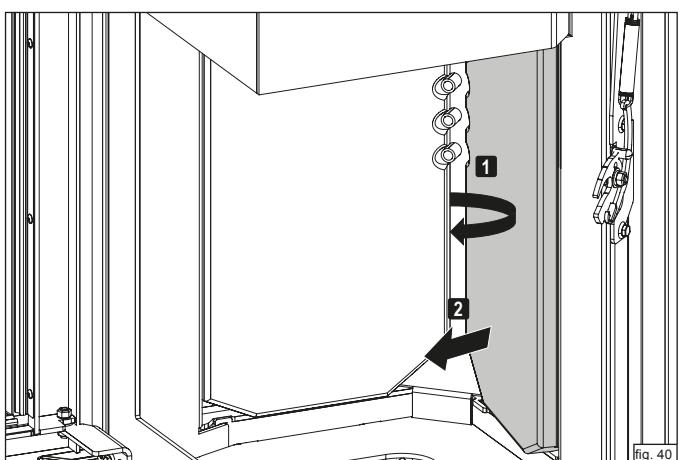

fig. 40
- Ruotare la pietra termica destra **1** ed estrarla dalla camera di combustione **2** (fig. 40).